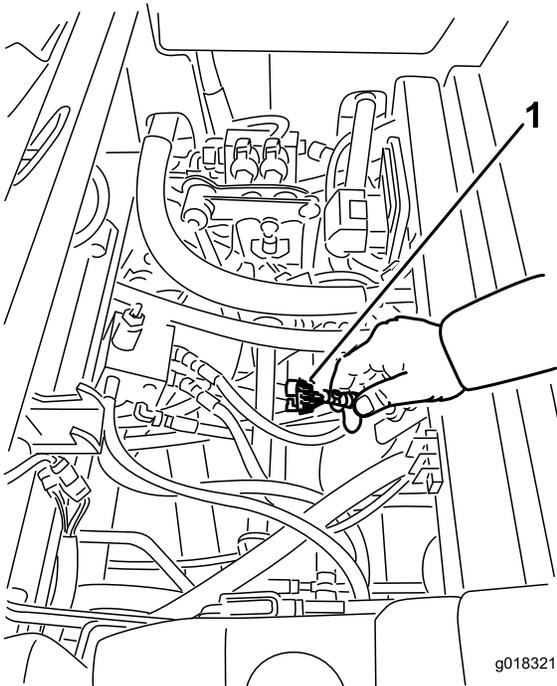

Figura 40
3. Accedete al cablaggio preassemblato ed ai connettori accanto al controller (Figura 40).